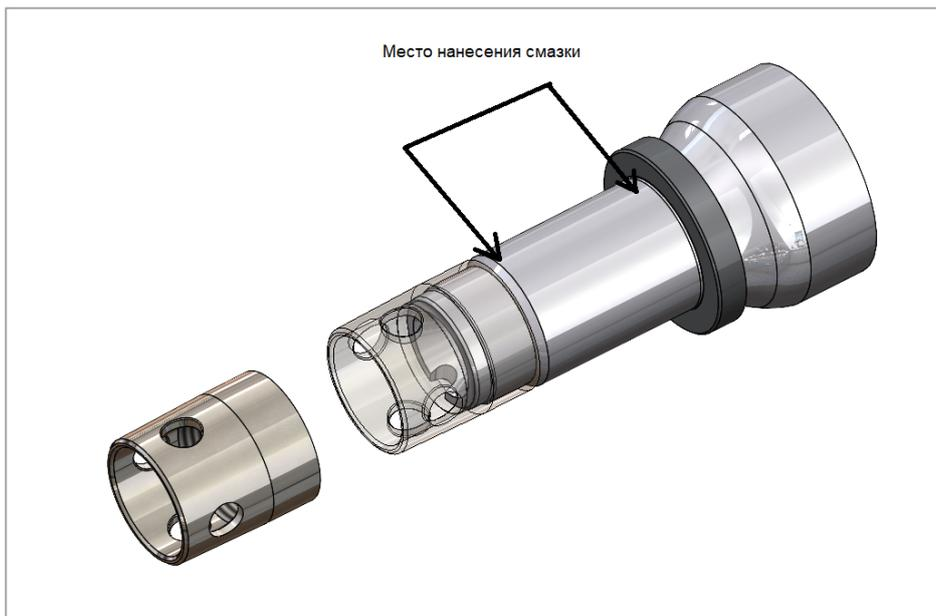

Рис. 6.1. Место нанесения смазки
2) Нанесите тонкий слой антифреттинговой смазки 85% на цапфу, остаток 15% используйте ближе к упорному кольцу (рис. 6.1)